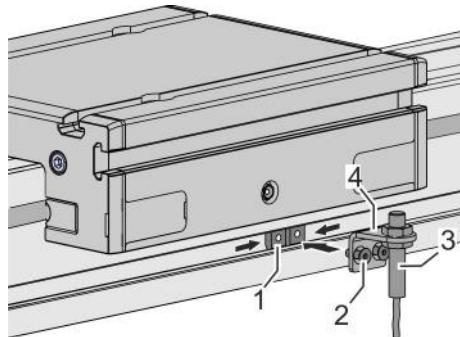

Fig. 36: Montaggio del micro di fine corsa
1. ➤ Inserire e posizionare i tasselli (Fig. 36/1) nella scanalatura del profilo di guida.
2. ➤ Posizionare il micro di fine corsa (Fig. 36/3) con l'angolare di supporto (Fig. 36/4) all'altezza dei tasselli inseriti.
3. ➤ Stringere due viti (Fig. 36/2):